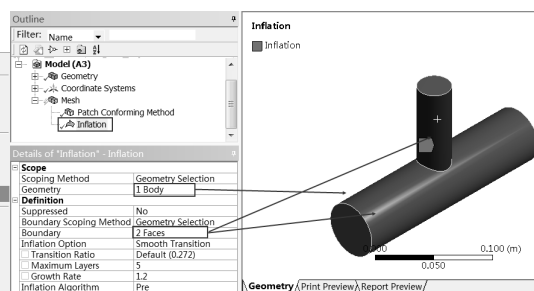

图 3-63 选择几何模型
Step16 : 选择 **Inflation** 命令，在如图 3-63 所示的下面出现的 Details of “Inflation” 面板中设置如下。